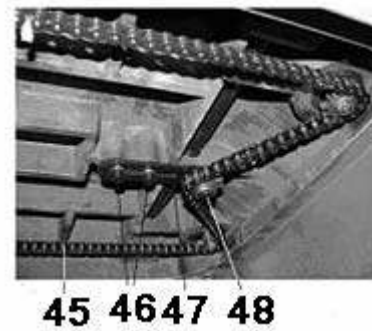

Рис.17
10.4. Регулировка натяжения цепи механизма для установки высоты рабочего стола (Рис.17)